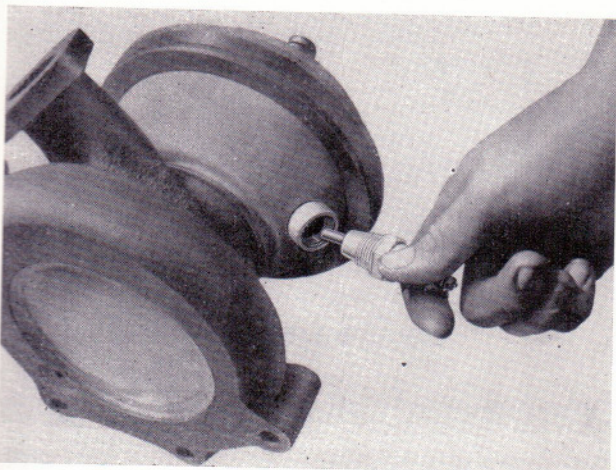

Bild 137
- Stromzuführung ausbauen (Bild 137).